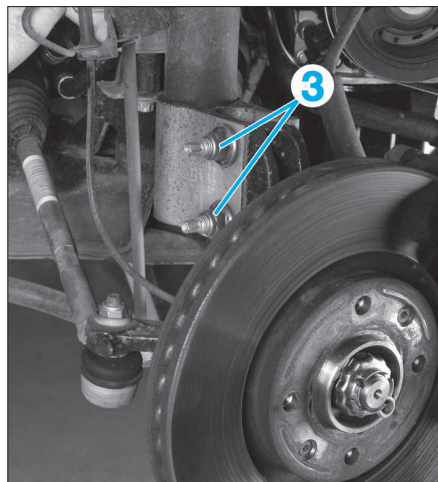

FIG. 3
- la goupille (1)
- la cage frein (2)
- Déposer les 2 boulons (3) (Fig.3).